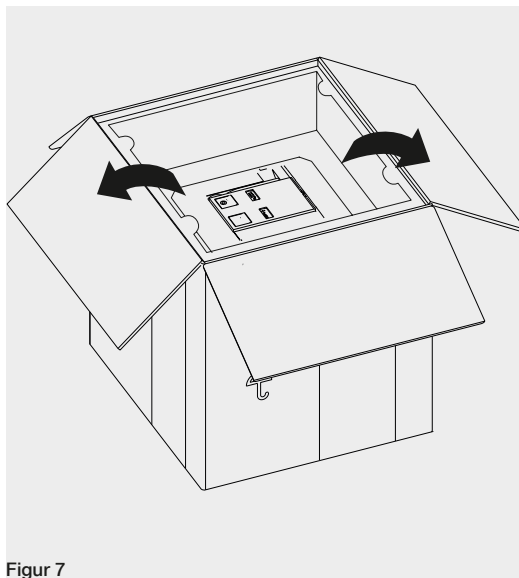
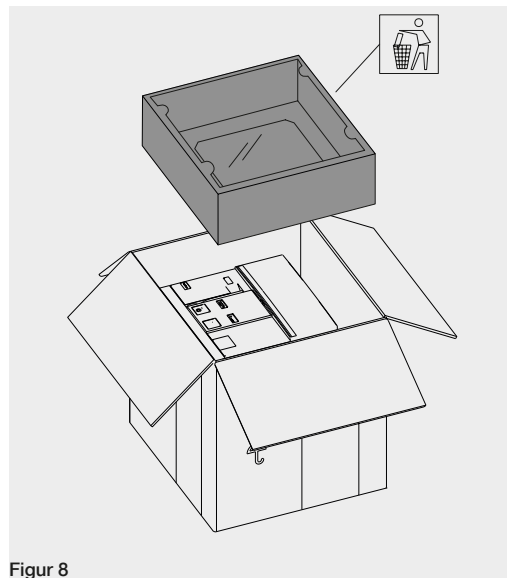

Figur 5
Figur 6
1. Skär av tejen runt förpackningen. Se Figur 5 e Figur 6.